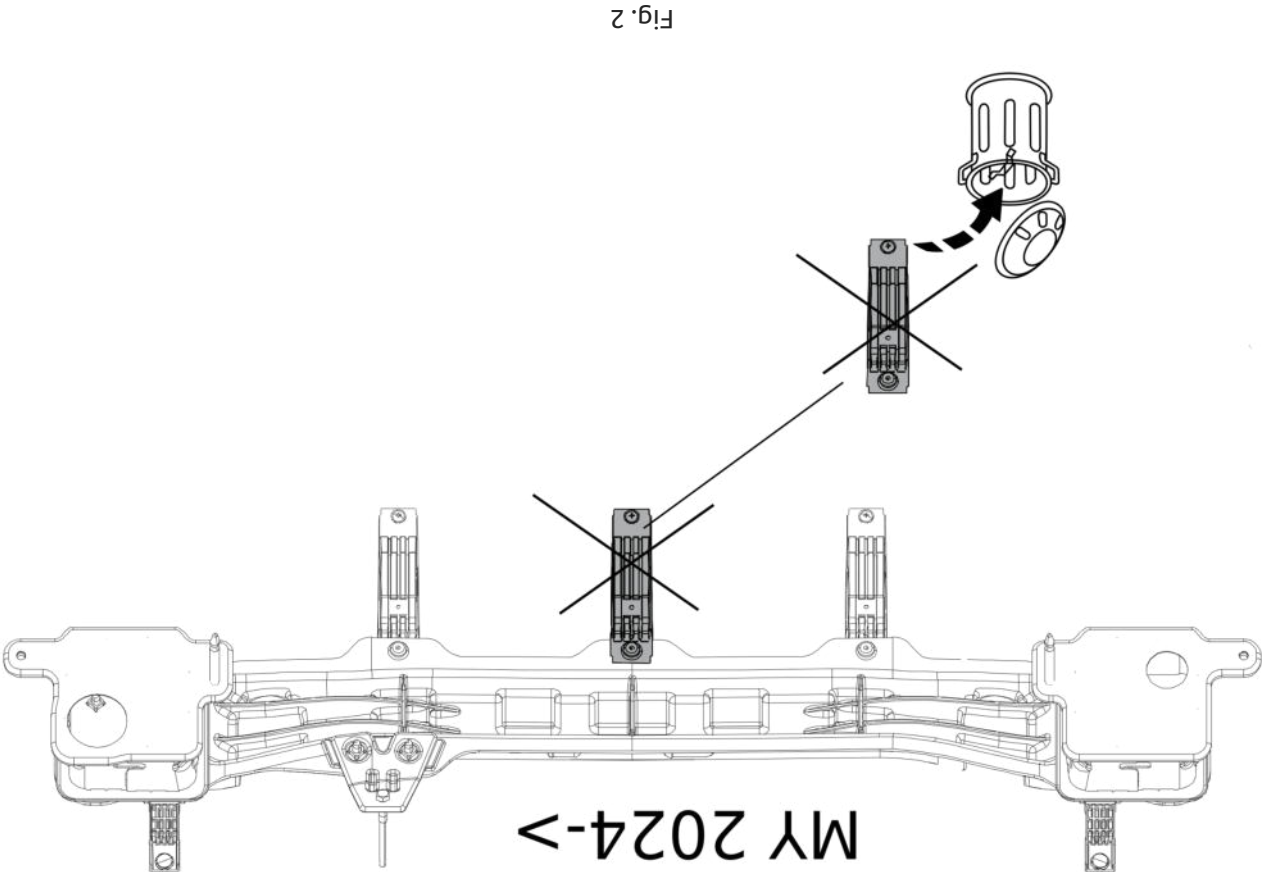

Fig. 2
2. Die Sto f ngert ger abmontieren. Siehe Abbildung 2 & 3.
2. Zdemontować wsporniki zderzaka. Patrz rysunek 2 & 3.